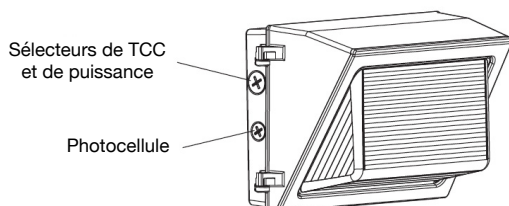
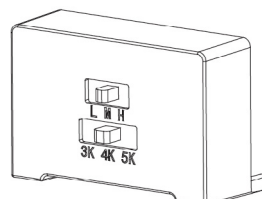

Fig. 3.1
Fig. 3.2
1. L'interrupteur de puissance et de température de couleur est situé sur le côté du luminaire. Retirer le bouchon pour accéder à l'interrupteur. (Fig. 3.1 et Fig. 3.2)